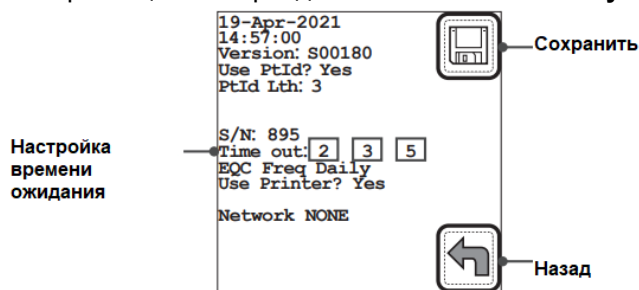

Рисунок 72: Настройка времени ожидания.
3. Нажмите клавишу Параметр  для отображения настройки время ожидания (Рисунок 72 (стр. 60)). См. Приложение «ПО прибора – настройки и журналы прибора» (Стр. 92) для получения информации о перемещении в разделе **техническое обслуживание**.